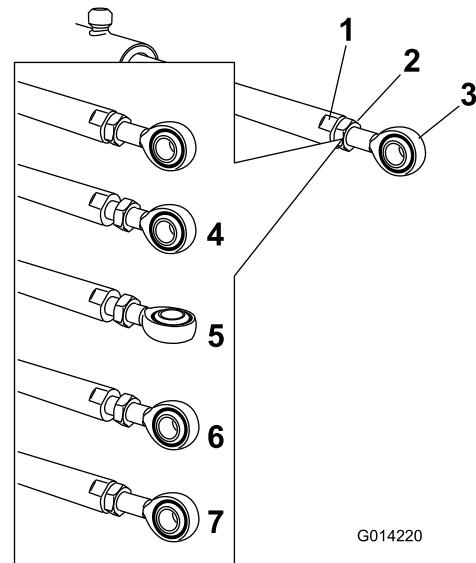

Figura 114
5. Coloque una llave plana sobre las zonas planas del actuador para inmovilizarlo, luego afloje la contratuerca para poder manipular la rótula (Figura 114).
6. Gire la rótula del actuador para acortar o alargar el actuador extendido a la posición deseada (Figura 114).